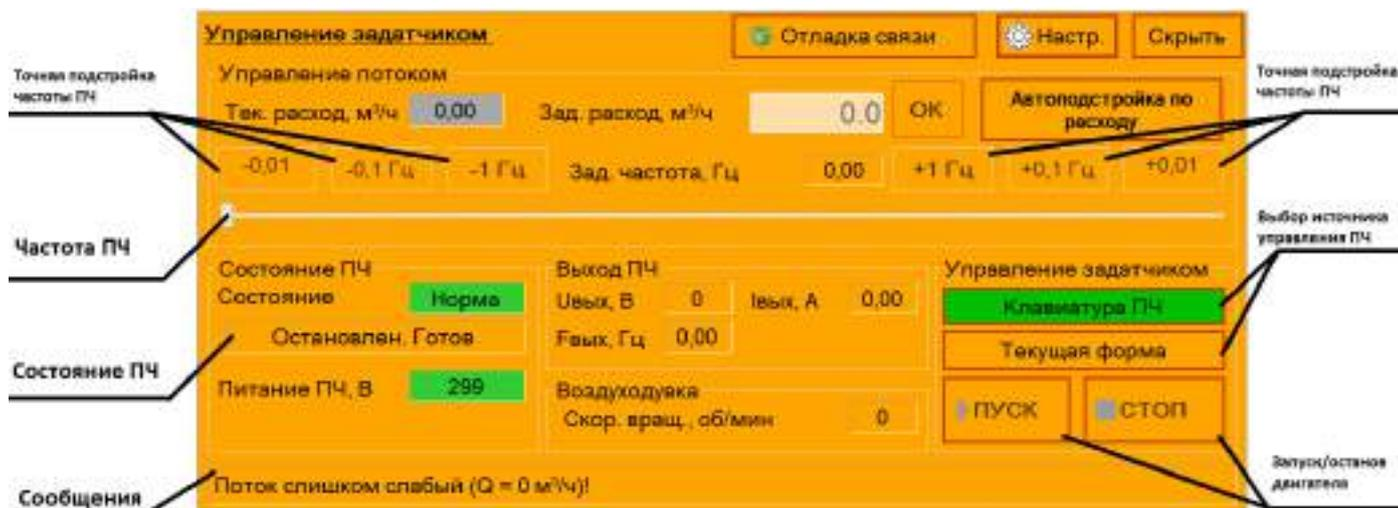

Рисунок 30
2.6.6 Управление задатчиком может осуществляться как с панели задатчика, так и по интерфейсу RS485 из программного обеспечения СПУ-3М с помощью экранной формы «Управление задатчиком» (рисунок 30).